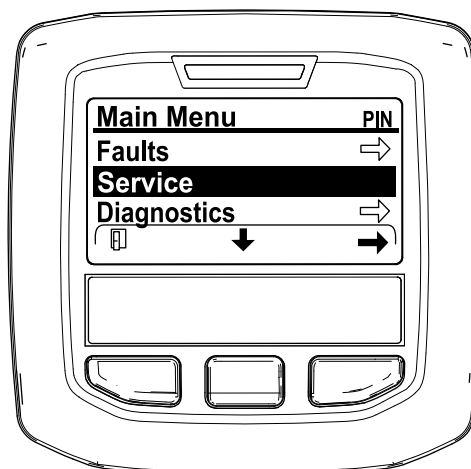

図 33
2. メインメニューMAIN MENU画面で、中央ボタンを押して整備SERVICEメニューへ移動し、右ボタンで整備SERVICEを選択する 図 33。